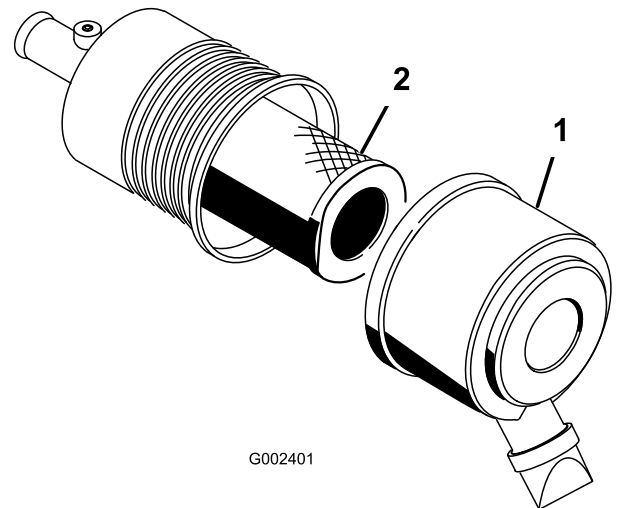

Figura 40
7. Instale la tapa orientando la válvula de salida de goma hacia abajo, aproximadamente entre las 5 horas y las 7 horas, visto desde el extremo (Figura 40).